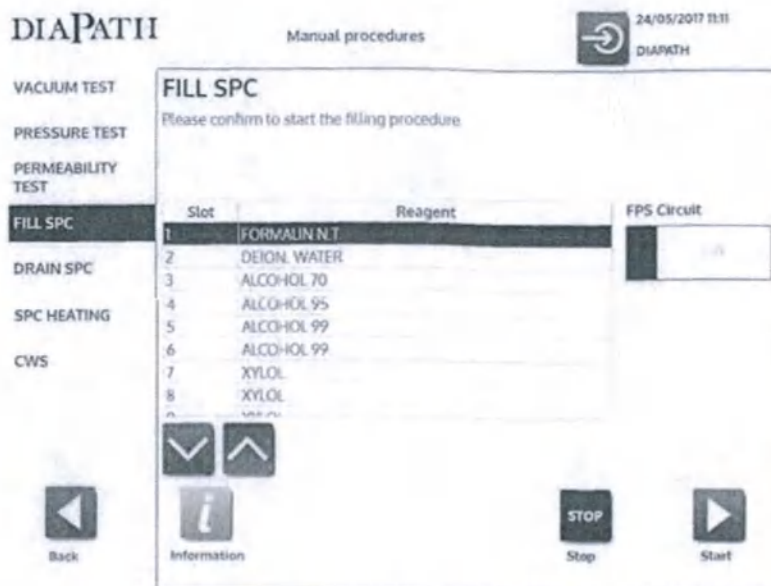

Рисунок 51.
- **Загрузка SPC:** Загрузите SPC, используя реагент из списка (Рисунок 51). Если камера заполнена или открыта, не загружайте реагент.